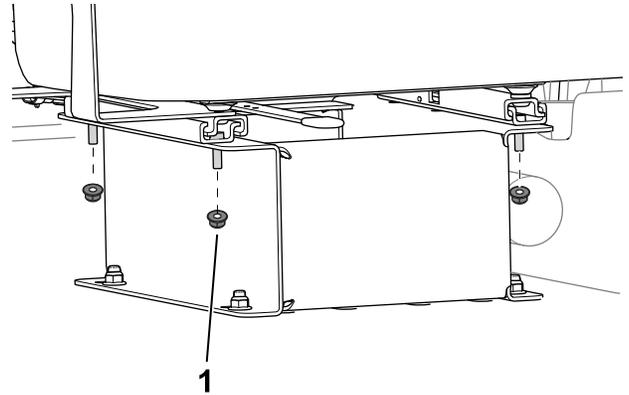

**Bild 2**
1. Verlegen Sie den Sitzschalter-Kabelbaum zwischen Sitz und Sitzfläche und zum Maschinenkabelbaum (Bild 2).